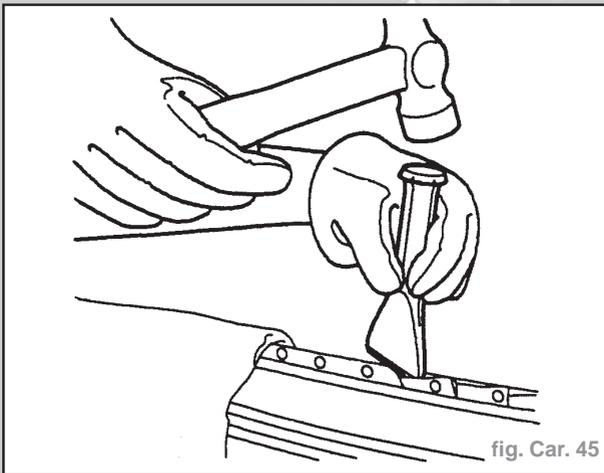

fig. Car. 45
- Séparer les joints soudés par points et enlever les restants de panneau à l'aide d'un marteau, d'un ciseau à mitre et de pinces (Fig. Car. 45).